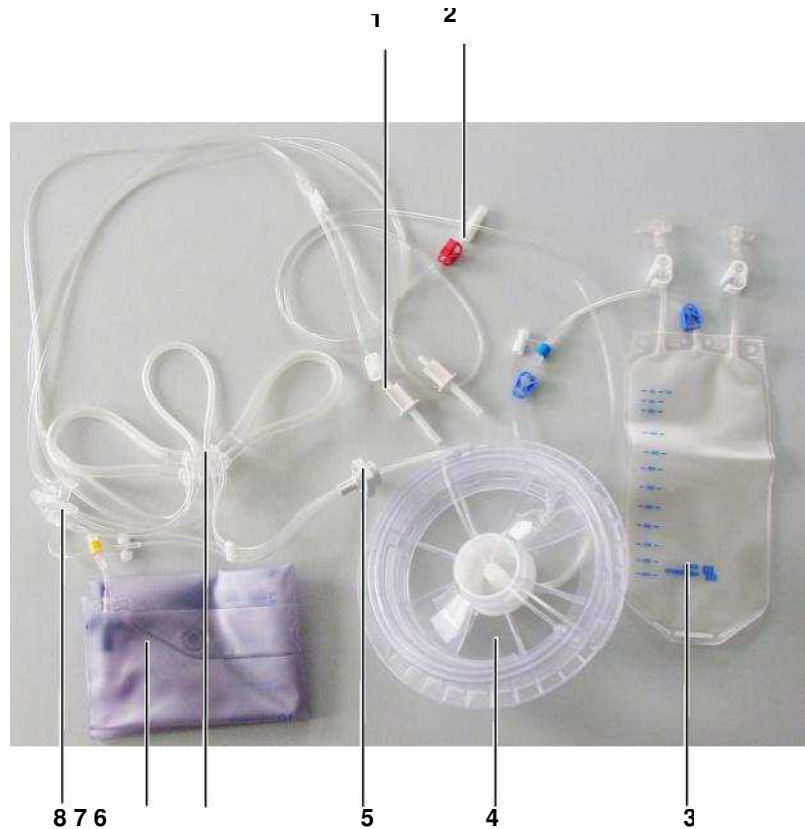

Fig. 30 Sistema de autotransusão AT3
- Retire a bolsa de reinfusão (consulte Fig. 30, pos. 3) e pendure-a do suporte de reinfusão direito.
- Retire a bolsa de resíduos (consulte Fig. 30, pos. 7) e pendure-a nos ganchos instalados para este efeito no lado direito do CATSmart.
- Retirar o adaptador das bombas (consulte Fig. 30, pos. 6) com o adaptador de centrífuga (consulte Fig. 30, pos. 5) e a câmara de lavagem (consulte Fig. 30, pos. 4) com uma mão da bandeja e remover a bandeja.
- Introduza a câmara Hct (consulte Fig. 30, pos. 8) na base da câmara.
- Conecte o tubo de sangue (tubo com pinça vermelha) (consulte Fig. 30, pos. 2) ao reservatório de sangue (reservatório ATR).
- Conecte o tubo de solução de lavagem (um dos dois tubos com pinça branca) (consulte Fig. 30, pos. 1) à bolsa de solução de lavagem.